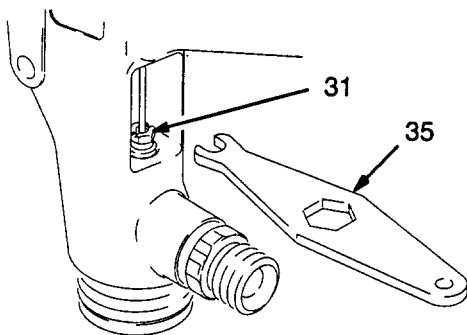

Fig. 11
9. Trekk til pakningsjusteringskruen (31) med pistolnøkkelen (35), som vist på Fig. 11, inntil du kjenner at væskenålen henger lett. Ikke trekk til skruen for hardt, det kan låse nålebevegelsen.
20. Monter pistol- og aktivatoravtrekkerne (3 og 48). Trekk til skruen (5) med 2,8 til 4,0 Nm (25–35 in-lbs).
21. Trekk inn pistolavtrekkeren for å kontrollere bevegelsen i væskesnålen (21). Hvis væskesnålen ikke går tilbake etter at avtrekkeren (3) er sluppet, eller går langsomt tilbake, må pakningsjusteringsskruen (31) løsnes med pistolnøkkelen (35) inntil nålen returnerer fritt. Se Fig. 11. Gjenta denne operasjonen for også å kontrollere aktivatornålen (49j).